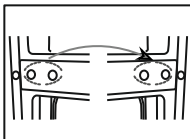

Рисунок 12
5. Передвиньте крышки отверстий петель с левой стороны на правую (рис. 12).